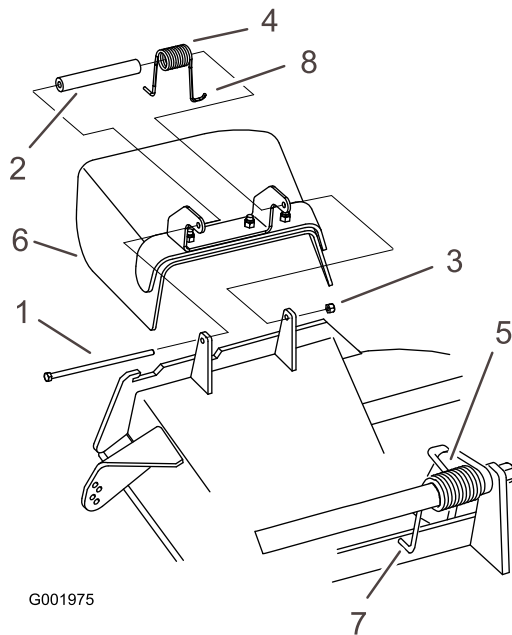

Figura 90
1. Retire a porca de bloqueio, o parafuso, a mola e a cunha que fixam o deflector aos apoios de articulação (Figura 90). Se o deflector de relva estiver danificado ou gasto, retire-o.
da plataforma antes de colocar o parafuso como apresentado em Figura 90.
3. Coloque o parafuso e a porca. Coloque a extremidade em gancho J da mola em torno do deflector de relva (Figura 90).